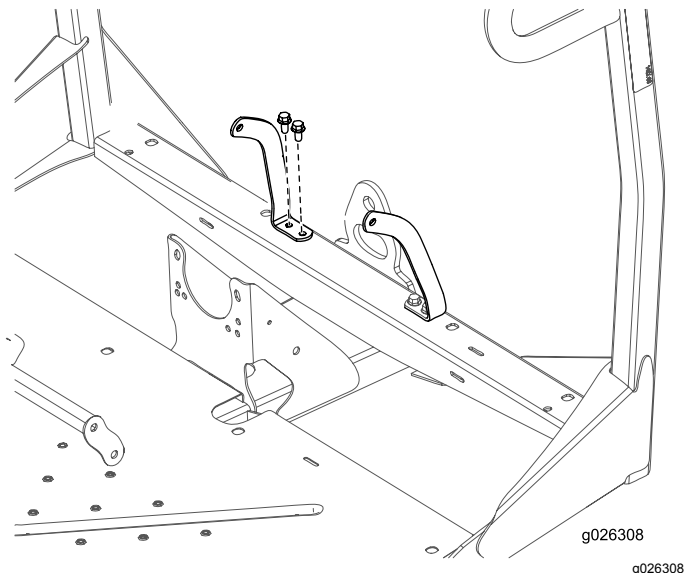

Bild 9
5. Befestigen Sie den linken und rechten Sicherheitsgurtanker mit vier Schrauben (3/8" x 3/4") und vier Muttern (3/8") am Vorderrahmen, wie in **Bild 9** abgebildet.